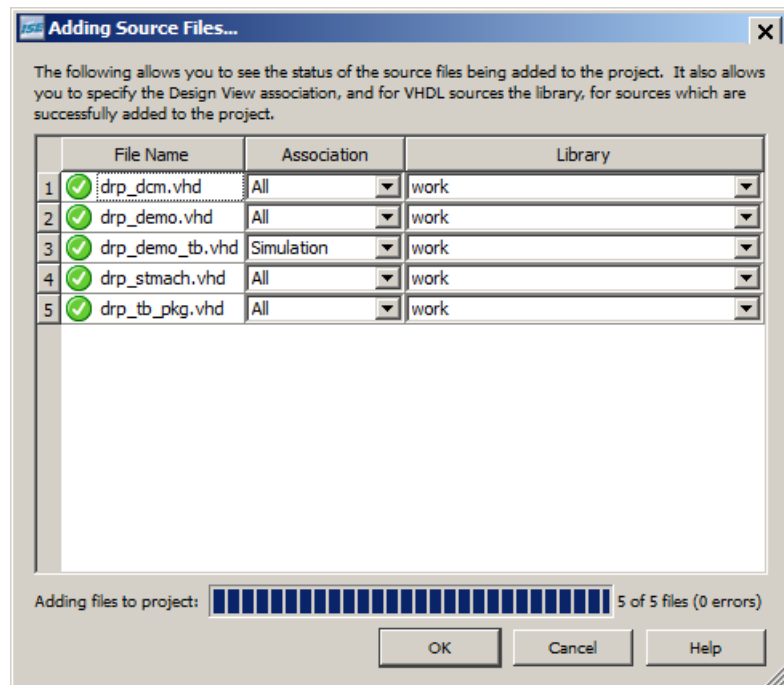

図 2-2 : ソース ファイルと関連付けのステータス
4. 次のウィンドウで、これらのチュートリアル ソースに対して関連付けとライブラリが正しく設定されていることを確認します。図 2-2 の設定と比較してください。